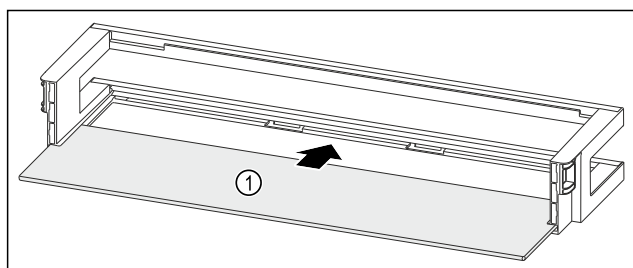

Fig. 173 Dveřní přihrádka s odkládací plochou
- Odkládací plochu Fig. 173 (1) zasuněte do bočních vybrání.